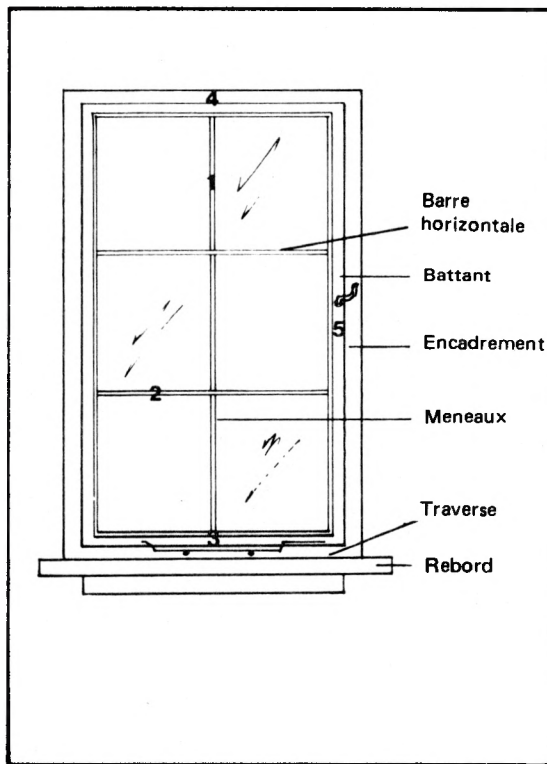

FIG. 3-4 POUR PEINDRE UNE FENÊTRE ORDINAIRE, SUIVEZ L'ORDRE SUGGÉRÉ CI-DESSUS.
- k. Pour peindre une fenêtre, commencez par les meneaux (barres verticales), puis peignez les barres horizontales, les traverses, le rebord et l'encadrement. Voir à la Fig. 3-4.